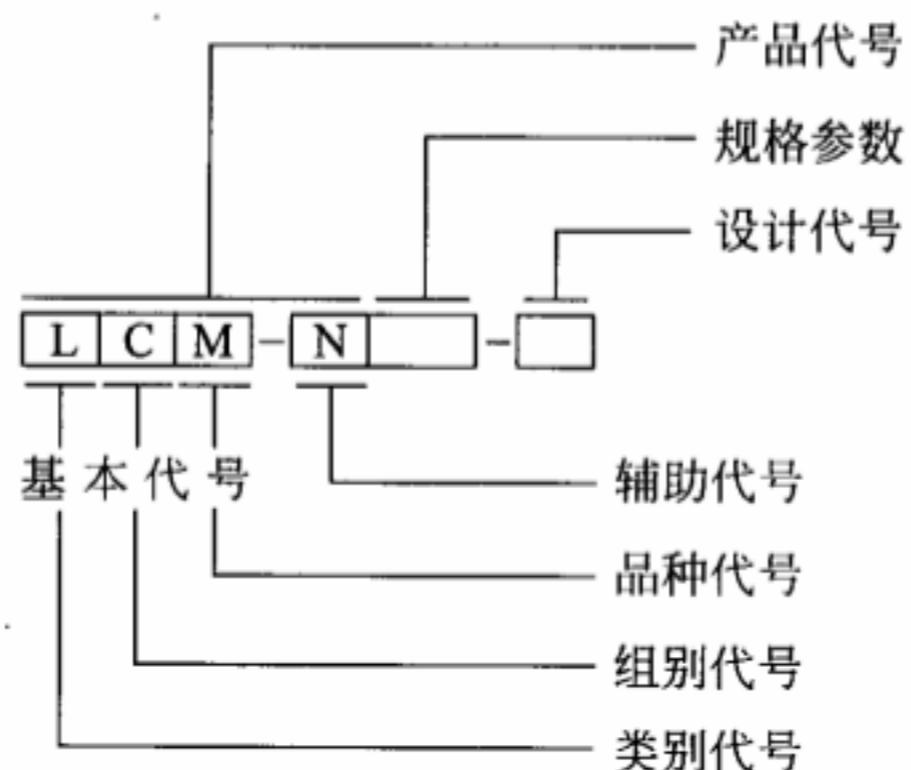

图 A.1 产品型号结构
A.1.1 产品型号由产品代号、规格参数、设计代号三部分组成,产品型号结构见图 A.1。